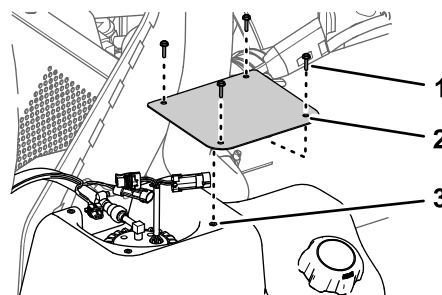

図 86
1. カバーをタンク 図 86 に組み付けるステップ 2 燃料ポンプのカバーを外す (ページ 56) で外したねじ #10 x 3/4" 4本を使用する。